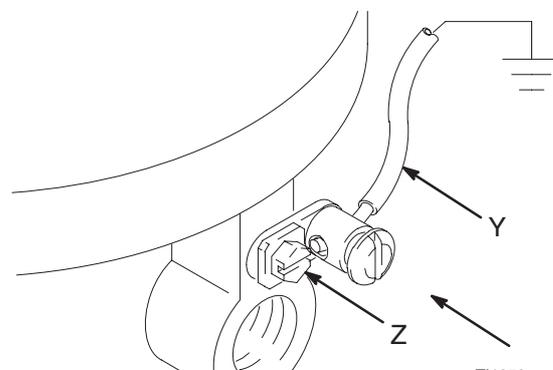

Fig. 2
*Modèle No 206078:* retirer la vis de terre (Z) et l'introduire dans l'œillet de la cosse circulaire à l'extrémité du fil de terre (Y). Serrer la vis de terre sur la pompe et bien serrer. Brancher l'autre extrémité du fil de terre sur une véritable terre. Voir Fig. 2. *Pour passer commande d'un fil et d'une pince de terre, indiquer la référence 222011.*